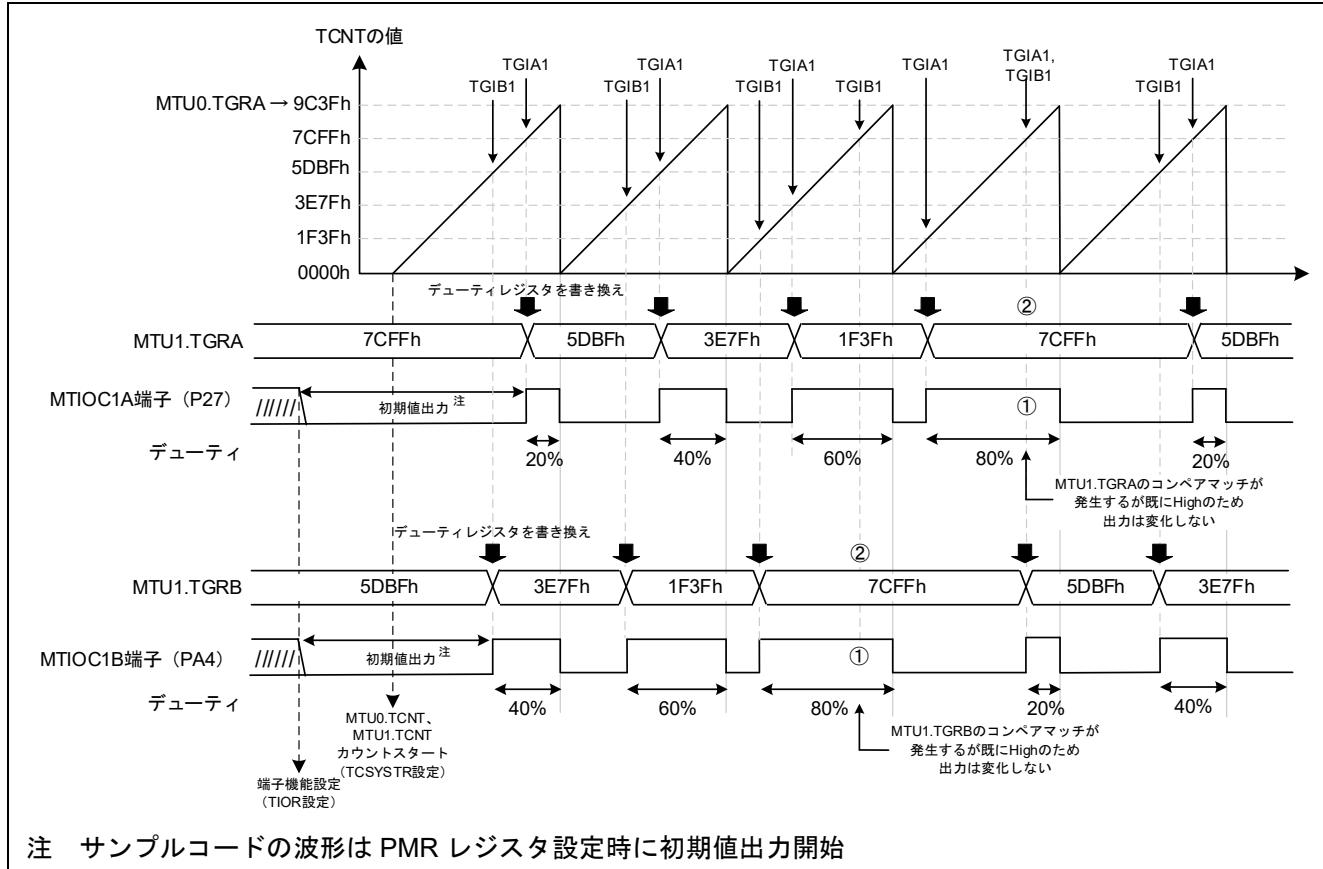

図 3-37 サンプルコードの動作
- デューティの変更タイミングの詳細は図 3-37 を参照
本サンプルコードの動作を図 3-37 に示します。周期ごとにデューティの設定を変更するため、MTU1.TGRA のコンペアマッチ割り込み (TGIA1) でデューティレジスタ MTU1.TGRB の値を書き換えます。
詳細は、図 3-37 の①を参照してください。